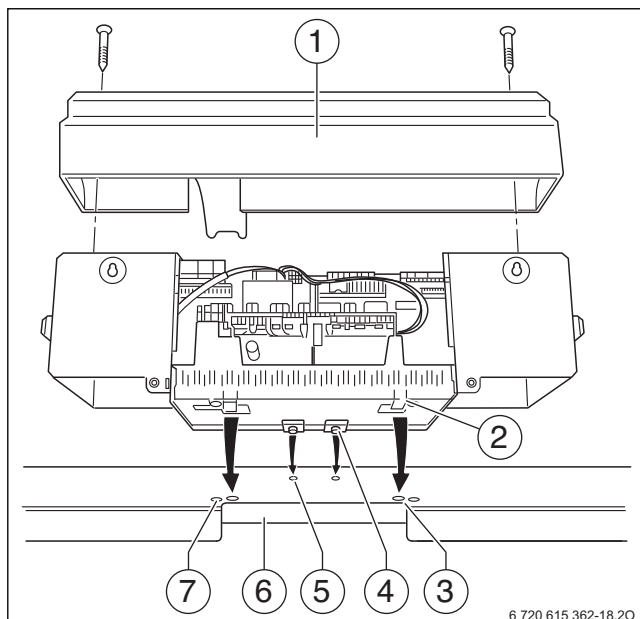

Рис. 24 Система управления
На рис. 24 показана система управления и передняя крышка [1] сзади.
Пояснения к рис. 24 на стр. 24:
- ▶ Установите крышку на систему управления (→ рис. 24, стр. 24).
- ▶ Закрепите крышку винтами (рис. 24, стр. 24).